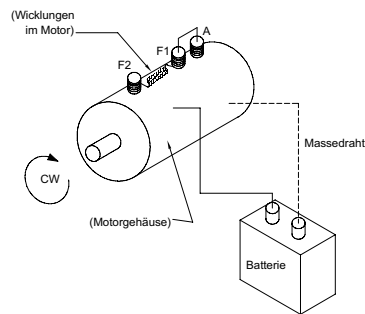

Abbildung 1
1. Ein Überbrückungskabel (mindestens AWG 6 - 13,3 mm² Querschnitt) zwischen F-1 und den Motorklemmen anschließen (siehe Abbildung 1).
2. Ein Kabel (mindestens AWG 6 - 13,3 mm² Querschnitt) zwischen dem Pluspol (+) der Batterie und der F-2 Motorklemmen anschließen. Das Minuskabel (-) mit Masse am Motorgehäuse verbinden (siehe Abbildung 1). Der Motor sollte nun laufen.